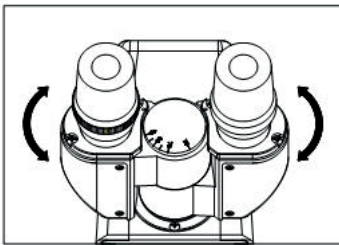

Fig.22
3.3.6 Ajuste de la distancia interpupilar (Fig.22)
Cuando observe con los dos ojos, sujete los portaprismas izquierdo y derecho, gírelos alrededor del eje para ajustar la distancia interpupilar hasta que los campos visuales izquierdo y derecho coincidan completamente, como se muestra en la Fig.22.